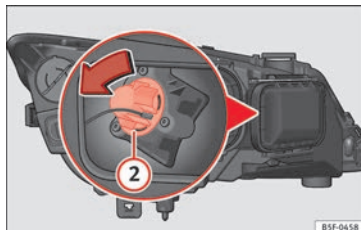

Fig. 107 Ampoule du clignotant.
- Tournez le support d'ampoule » **fig. 107 ②** vers la gauche puis tirez.